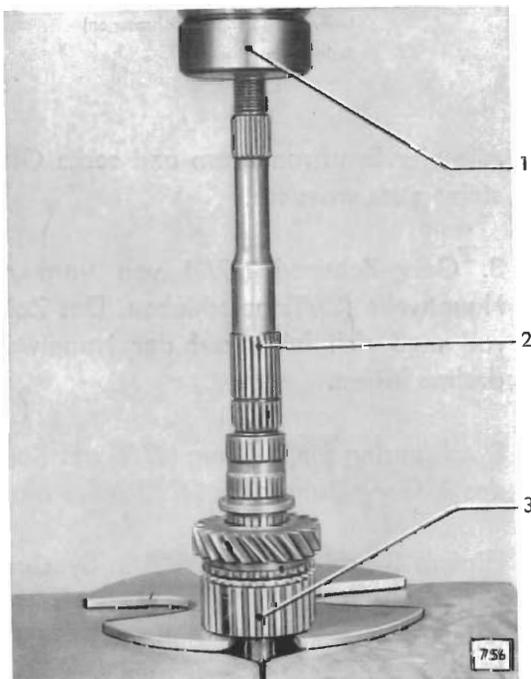

Bild 39 - Synchronkörper auf Hauptwelle aufpressen
18. Synchronkörper für 3. und 4. Gang (39/3) auf Hauptwelle (39/2) so aufpressen, daß die beim Ausbau gekennzeichneten Zahnpaare wieder ineinandergreifen. Zum Aufpressen Abdrückplatte SW-194 unterlegen (Bild 39).